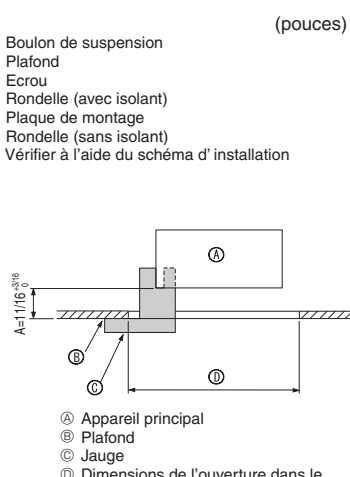

Fig. 3-7
- S'assurer que le point A s'effectue dans une fourchette allant de 17 à 22 mm, 11/16 à 7/8 pouce. Le non respect de cette marge pourrait être à l'origine de certains dégâts. (Fig. 3-7)